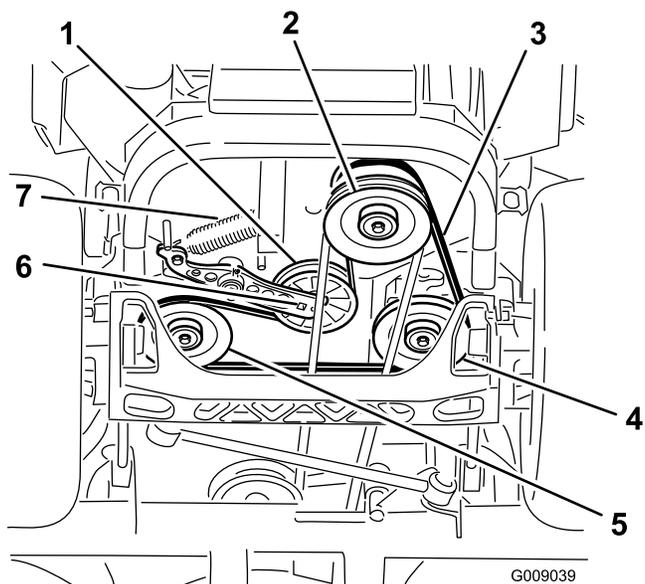

Figure 80
4. Soulevez la machine sur des chandelles (Figure 80).
5. Insérez un rochet dans le trou carré du bras de renvoi pour déposer le ressort de la poulie de tension (Figure 80).
6. Décrochez le ressort de tension du bâti (Figure 80).
9. Insérez un rochet dans le trou carré du bras de la poulie de tension pour installer le ressort de la poulie de tension sur le châssis (Figure 80).